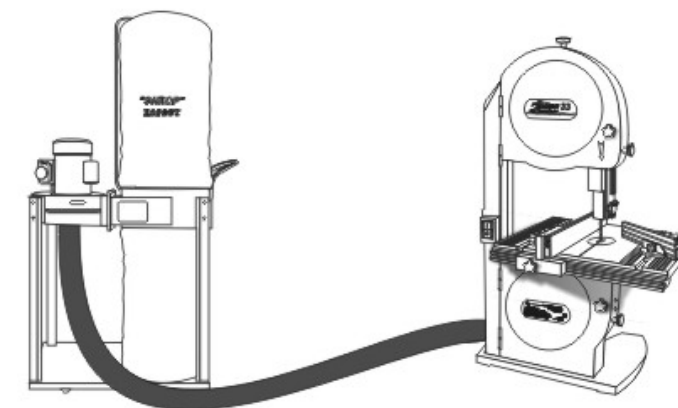

Рис.10
11.1. Пылесос рассчитан на работу с одним деревообрабатывающим станком или машиной (строгальным, пилой и т. п.) и соединяется с ним шлангом диаметром 100 мм (4), Рис.10, 11.